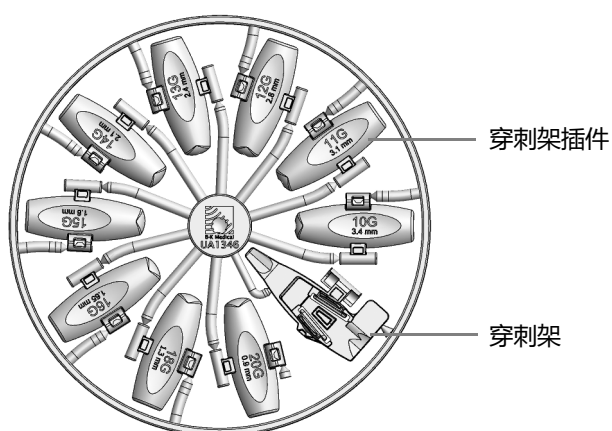

图 11。带穿刺架 UA1346 和穿刺架插件的面板。
- 2 通过将穿刺架和所需穿刺架插件从面板上折下来选择它们，见图 11。